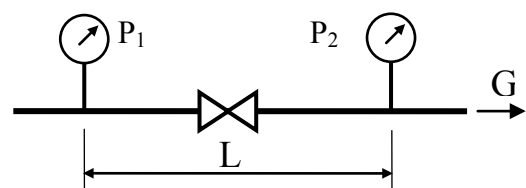

Рисунок 7.5
**7.2.8** Визначити втрати тиску (в Па, кПа, бар, атм, МПа) на вентилі, який встановлений на трубопроводі з діаметром  $d$ , при витраті води  $G$  (рис. 7.5). Коефіцієнт місцевого опору  $\zeta$  заданий. Температура води  $t$ .